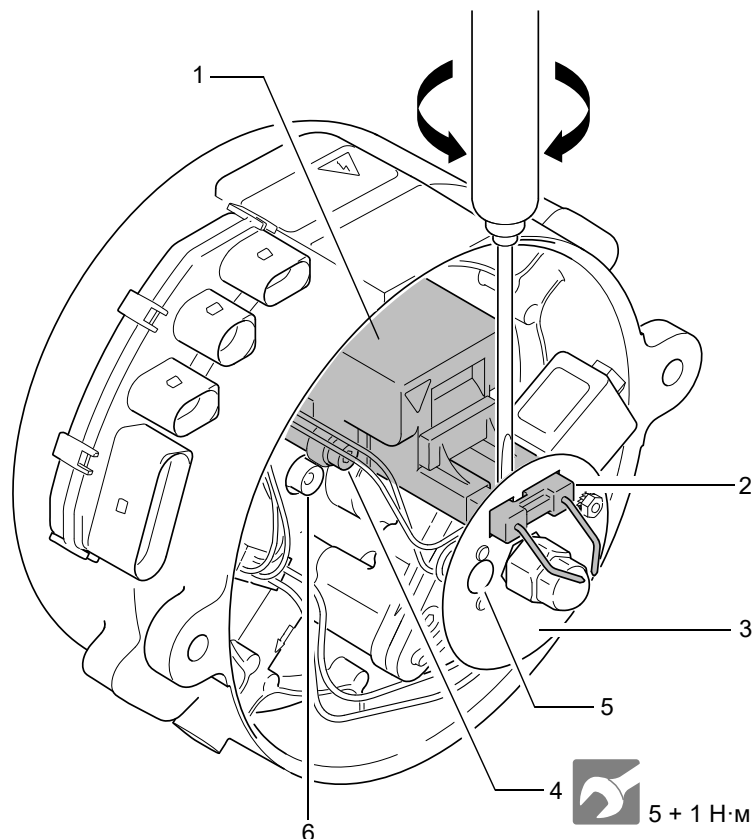
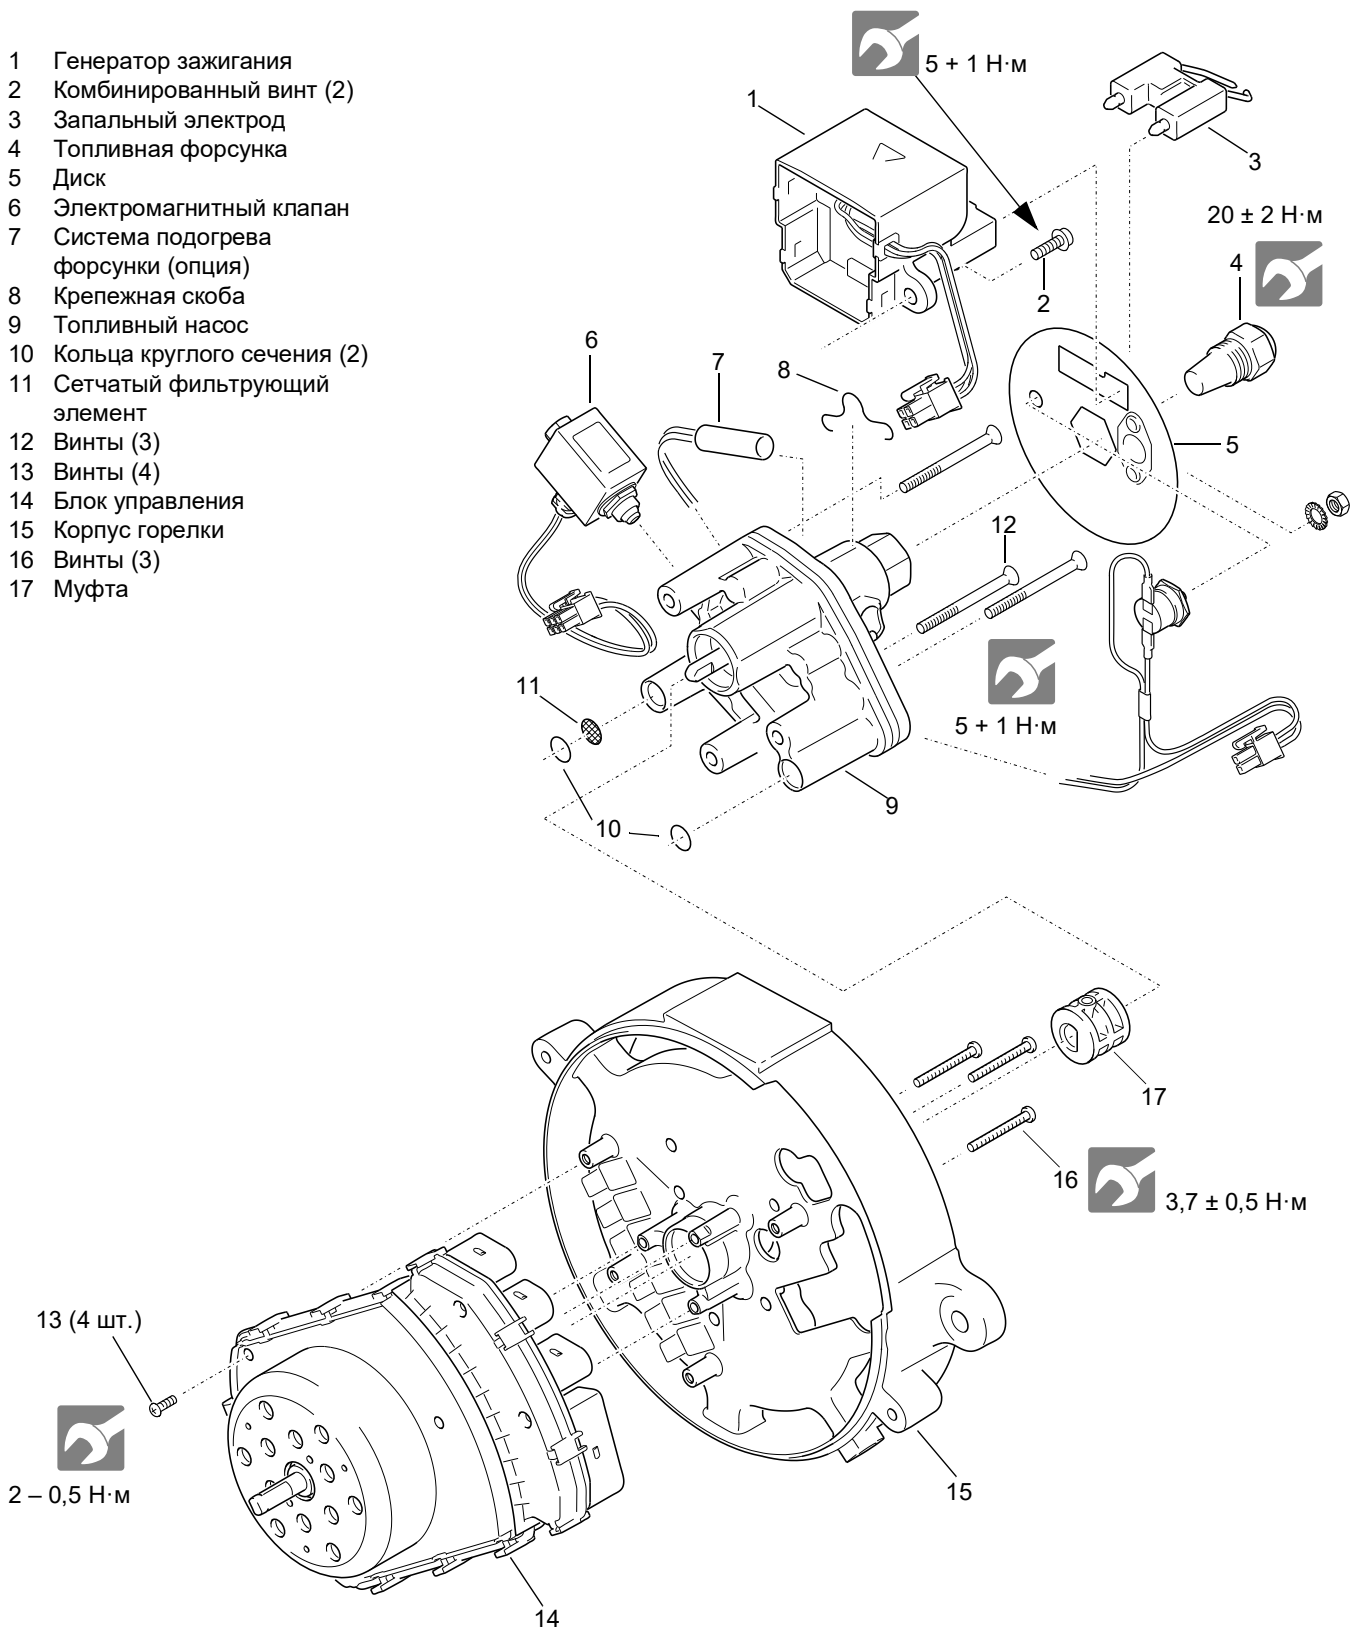

Рис. 804 Демонтаж и установка генератора зажигания и запального электрода
Рис. 805 Демонтаж и установка компонентов
2. Отсоединить запальный электрод с помощью отвертки путем поворота в сторону от генератора зажигания и снять (см. Рис. 804).
3. Снять диск (3) с держателя форсунки.
5. Удалить комбинированные винты (4).
6. Стянуть и убрать генератор зажигания (1).
1. Генератор зажигания (1, Рис. 804) поставить в монтажное положение и закрепить комбинированными винтами (4).
3. Насадить диск (3) на держатель форсунки топливного насоса (9, Рис. 805) и выровнять так, чтобы запальный электрод (2, Рис. 804) можно было установить на генератор зажигания и смотровое стекло находилось над датчиком пламени.
4. Установить запальный электрод (2, Рис. 804) на генератор зажигания.
- 4 Винты (2)
2. При необходимости стянуть муфту (17, Рис. 805) с вала двигателя горелки.
4. Удалить 4 винта (13), которыми блок управления крепится к корпусу горелки.
5. Удалить 3 винта (16), которыми двигатель горелки крепится к корпусу горелки.
6. Снять блок управления (14) с корпуса горелки (15).
1. Блок управления (14, Рис. 805) установить на корпус горелки в монтажное положение.
2. Завинтить и затянуть 3 винта (16), которыми двигатель горелки крепится к корпусу горелки.
3. Завинтить и затянуть 4 винта (13), которыми блок управления крепится к корпусу горелки.
5. Насадить муфту (17, Рис. 805) на вал двигателя горелки.
2. Демонтировать диск (3, Рис. 804).
5. Удалить и отсортировать 3 винта (12, Рис. 805), которыми топливный насос крепится к корпусу горелки.
6. Стянуть топливный насос (9) с электромагнитным клапаном (6).
7. Удалить и отсортировать кольца круглого сечения (10) и сетчатый фильтрующий элемент (11).
8. При необходимости снять электромагнитный клапан (6) с топливного насоса (9) (см. 8.9).
1. При необходимости установить электромагнитный клапан (6, Рис. 805) на топливный насос (9) (см. 8.9).
2. Установить новые кольца круглого сечения (10) и новый сетчатый фильтрующий элемент (11) на топливный насос (9).
- 2 Комбинированный винт (2)
3. Установить топливный насос (9) в монтажное положение относительно корпуса горелки (15). При необходимости перед этим выровнять муфту (17) на валу двигателя горелки посредством вращения.
4. Закрепить топливный насос (9) 3-мя новыми винтами (12, со стопорным покрытием).
5. Вставить штекер электромагнитного клапана (6) в блок управления (14).
7. Смонтировать диск (3, Рис. 804).
2. Отсоединить запальный электрод (3, Рис. 805) с помощью отвертки путем поворота в сторону от генератора зажигания и снять (см. Рис. 804).
3. Удалить диск (5, Рис. 805).